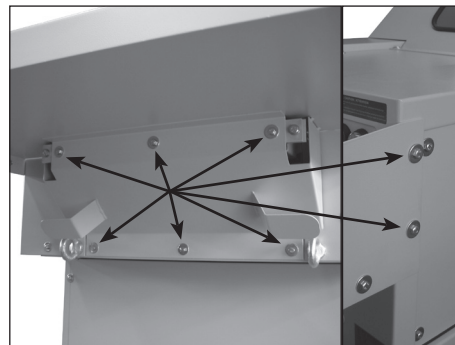

fig. 3
3. Con le otto viti e rondelle precedentemente svitare, avvitare bene il tavolo sulla cassa (3 viti avanti, 2 lateralmente) e sul lato frontale del supporto del nastro di trasporto (3 viti) (fig. 3).